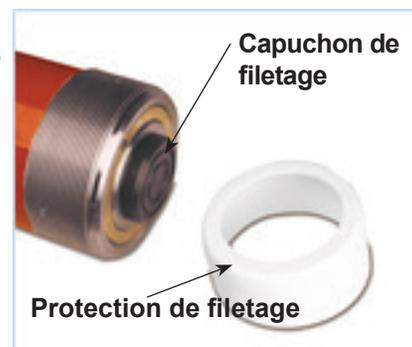

Figure 4
1) Retirez la protection de filetage en plastique du vérin. Retirez également le capuchon de filetage (selle) pour pouvoir installer le tiges du vérins dans le cylindre (voir figure 4). Consultez le mode d'emploi du vérin pour savoir comment l'utiliser de manière adéquate.